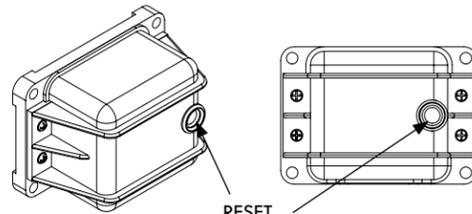

Figure A-53: Vibration Switch RESET button
B. Con la máquina en marcha, afloje el tornillo de ajuste una vuelta en el sentido de las agujas del reloj y reajuste (véase la Figura A-53). Si no se reajusta, afloje el tornillo dos vueltas en el sentido de las agujas del reloj, etc. Vuelva a girar el tornillo lentamente en el sentido de las agujas del reloj hasta que se produzca el accionamiento. La diferencia entre los dos puntos de actuación en "a" y "b" es el nivel normal de vibración en divisiones. Una división del dial es 0.1G; una revolución completa es 1.0G.